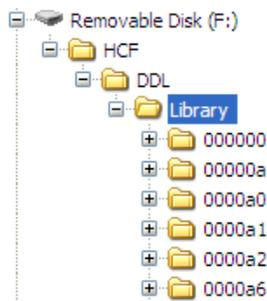

Abbildung 2-14: Ordnerstruktur der HART®-Gerätebibliothek
2. Stellen Sie sicher, dass sich der Ordner „HCF“ im Stammverzeichnis des USB-Flashspeichergeräts befindet. Die erforderliche Verzeichnisstruktur auf dem USB-Flashspeichergerät sehen Sie in Abbildung 2-14.
Verzeichnisstruktur auf dem als USB-Flashspeichergerät verbundenen DPI 620 Genii sehen Sie in Abbildung 2-14.